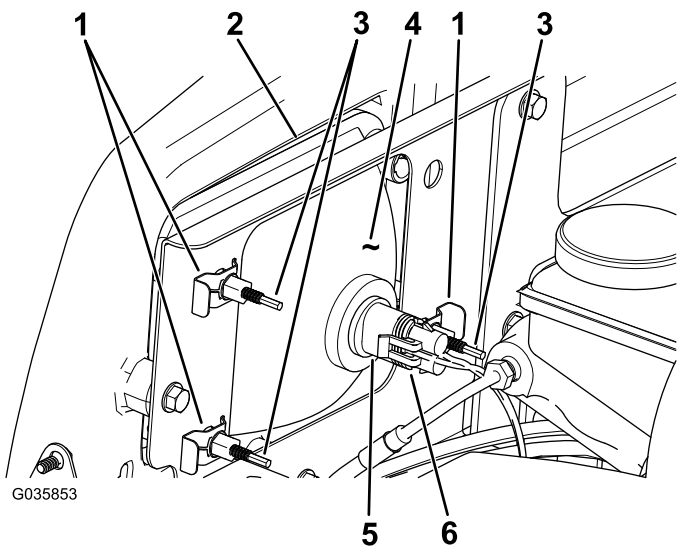

图 43
3. 将线束的电气接头与新灯总成的接头断开图 43。
4. 卸下将大灯固定至大灯支架上的快速夹图 43。
5. 将大灯总成从前保险杠的开口向前推出卸下大灯总成图 43。
6. 通过保险杠开口将新大灯装入图 43。
8. 将线束的电气接头与灯总成的接头连接图 43。
2. 在大灯总成背面旋转调节螺丝图 43 以转动大灯总成调整光束投射的位置。